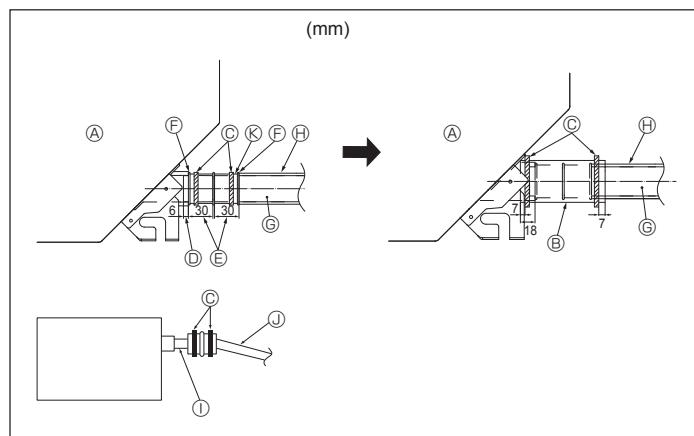

Fig. 5-2
- Collegare il manicottero di drenaggio (fornito con l'unità) all'apertura di drenaggio. (Fig. 5-2)